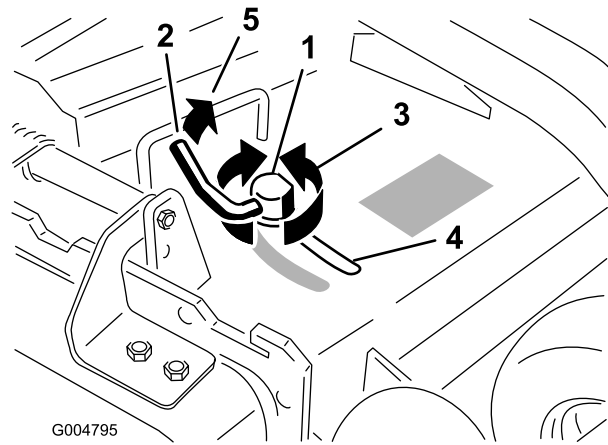

Figura 20
3. Para ajustar el bloqueo de leva, levante la palanca para aflojar el bloqueo de leva (Figura 20).
5. Devuelva la palanca a su posición original para apretar el deflector y el bloqueo de leva (Figura 20).